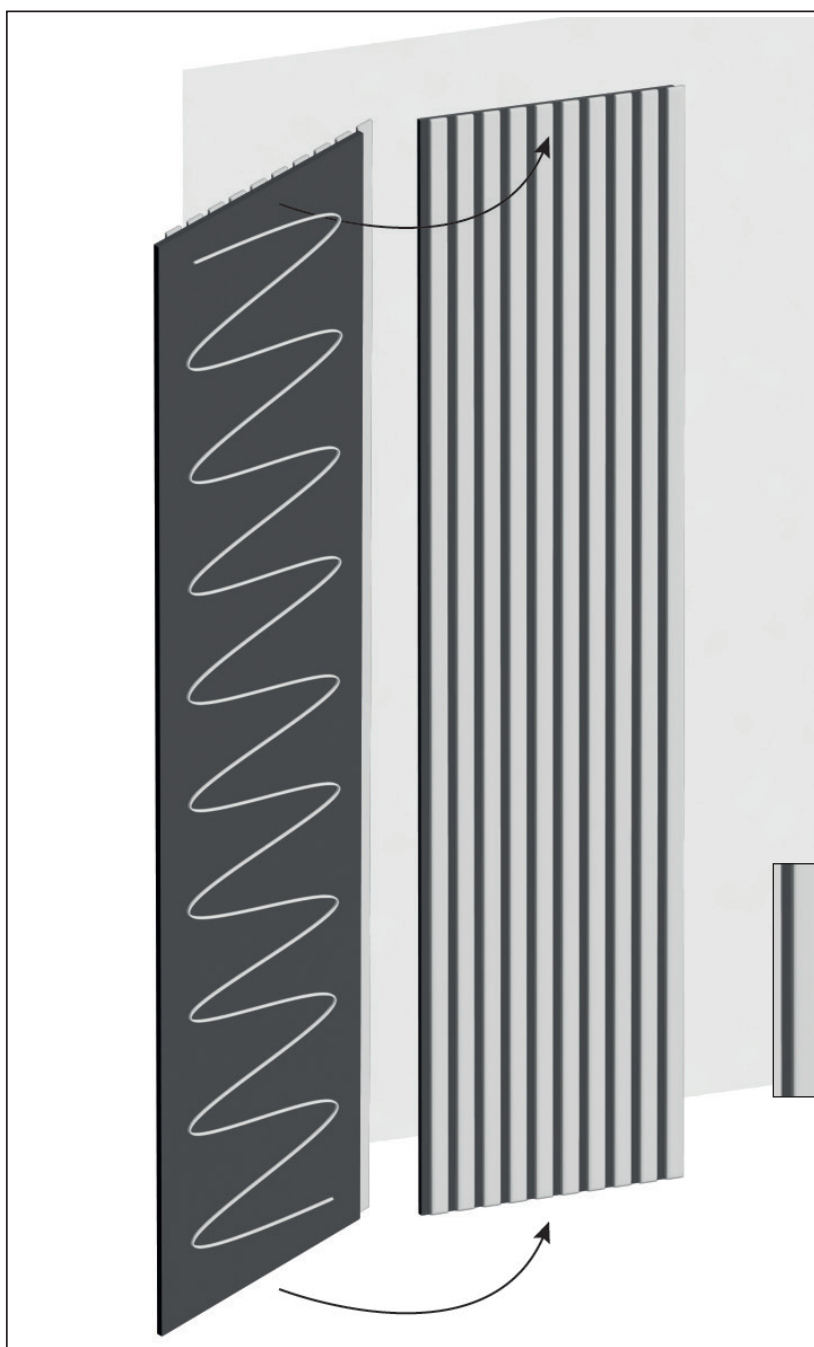

Fig. 1
- Ta ner eluttag och strömbrytare. OBS! Ha koll på bakomliggande elledningar för att inte råka skriva i dessa. Se Fig.1 för instruktioner om återmontering av uttag/strömbrytare. Anlita en behörig elektriker till alla elarbeten.